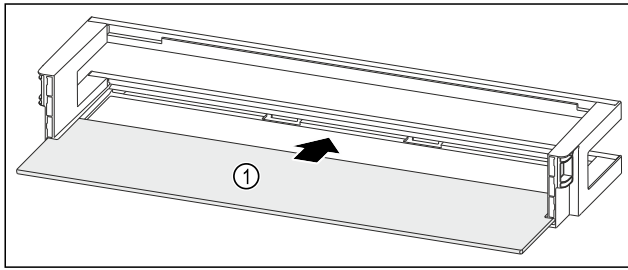

Fig. 165 Balconcino controporta con ripiano
- Inserire il ripiano Fig. 165 (1) negli incavi laterali.